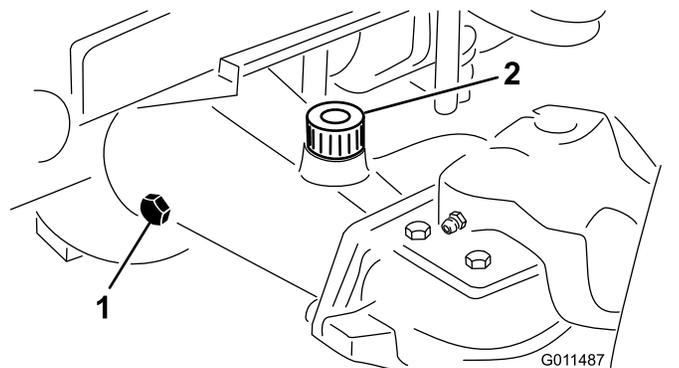

Рисунок 13
2. Снимите контрольную пробку с одного конца моста (Рисунок 13) и убедитесь в том, что смазочное масло доходит до низа отверстия. Если уровень низкий, снимите заливочную пробку (Рисунок 13) и добавьте масло, чтобы довести его уровень до низа отверстия контрольных пробок.